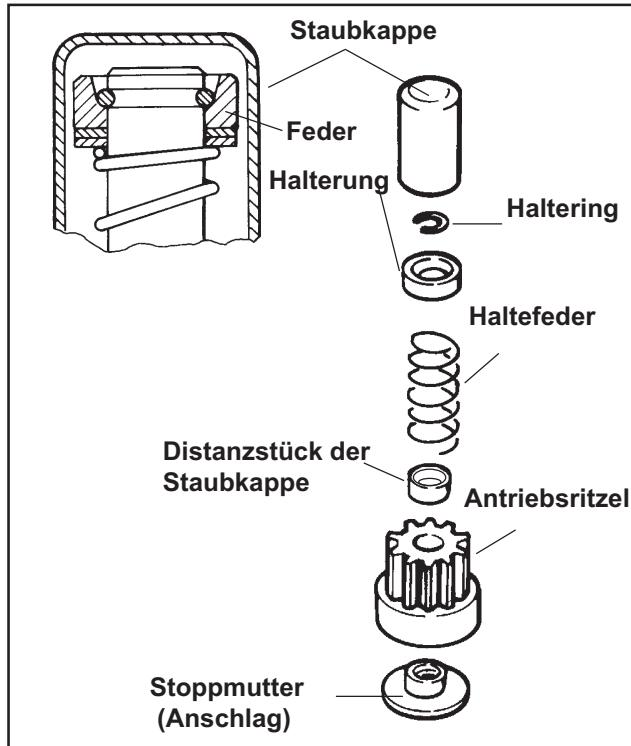

Abbildung 8-35. Antriebsteile, "abgedeckter" Anlasser mit Trägheitsbewegung.
1. Die Gummistaubkappe verfügt auf der Innenseite über geformte Rippen, die in die Aussparung des Distanzstücks der Staubkappe einrasten (siehe Abbildung 8-35). Das Antriebsritzel im Uhrzeigersinn drehen, bis es die voll ausgefahrene Position erreicht. Das Antriebsritzel in der ausgefahrenen Position halten, die Spitze der Staubkappe mit einer Gripzange oder einer anderen Zange erfassen und das Abstandsstück entfernen.
3. Unter erneuter Bezugnahme auf die Abbildung 8-35 den Federhaltering ergreifen und in Richtung Anlasser drücken, wobei die Haltefeder zusammengedrückt und der Haltering freigelegt wird.